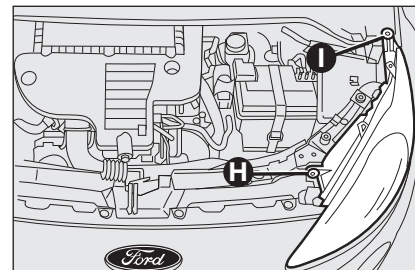

fig. 14
- ouvrir le capot du moteur et dévisser les vis de fixation **H** et **I** situées comme illustré **fig. 14** ;